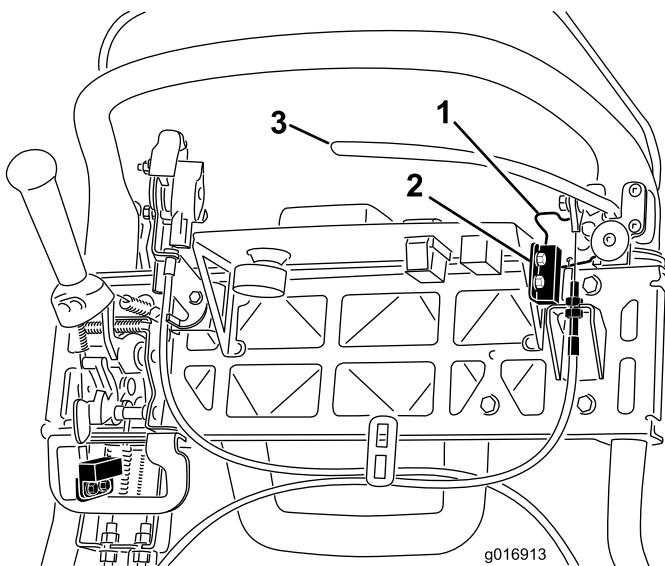

图38
4. 松开联锁开关紧固件（图38）。
5. 在驻车刹车锁定装置与联锁开关之间放入 0.062 英寸 (1.6 毫米) 厚的塞尺(图38)。